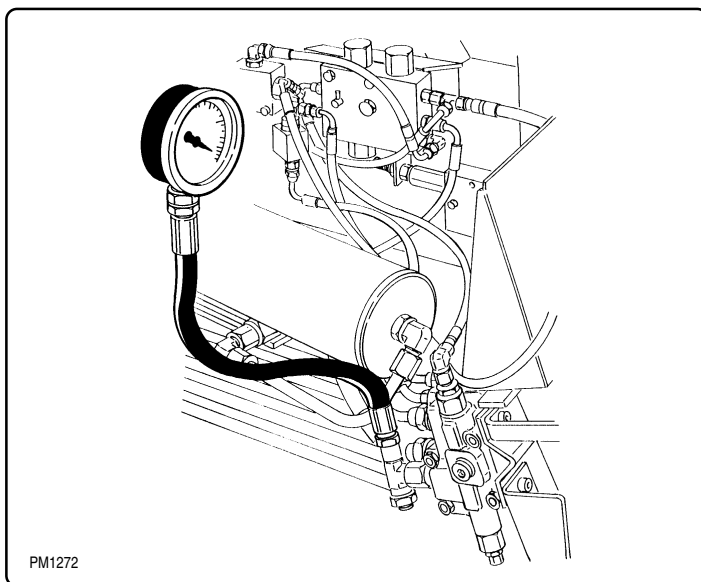

fig. 8.5.11
8.5.14 -Controllo delle pressioni d'esercizio (fig. 8.5.11)
8.5.14 -Checking the operating pressure (fig. 8.5.11)